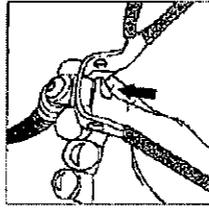

Figura 10
- 9- Sujete el armazón del arnés con el codo entre el primer y el segundo codo. Con el pulgar, presione la parte posterior del codo hasta que pase a través del armazón (figura 10).